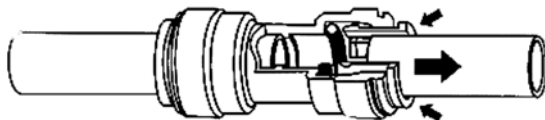

Рис. 4
4. Вытяните трубку, удерживая кольцо нажатым (рис. 4).